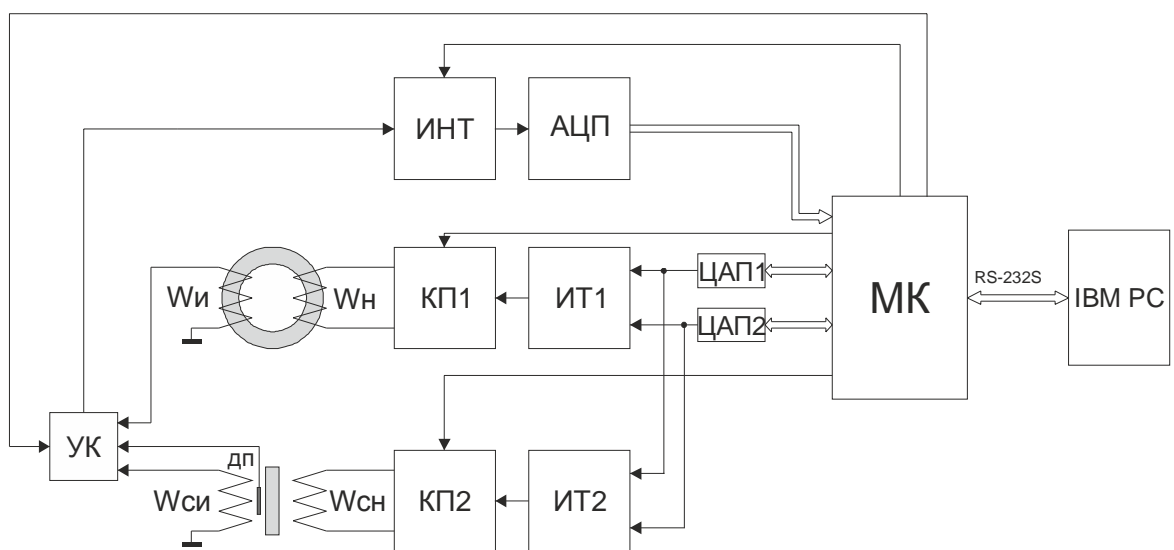

Рис. 1 Функциональная схема установки МК-3Э
1.4.2 Функциональная схема установки приведена на рис. 1.
На рис.1 приняты обозначения: